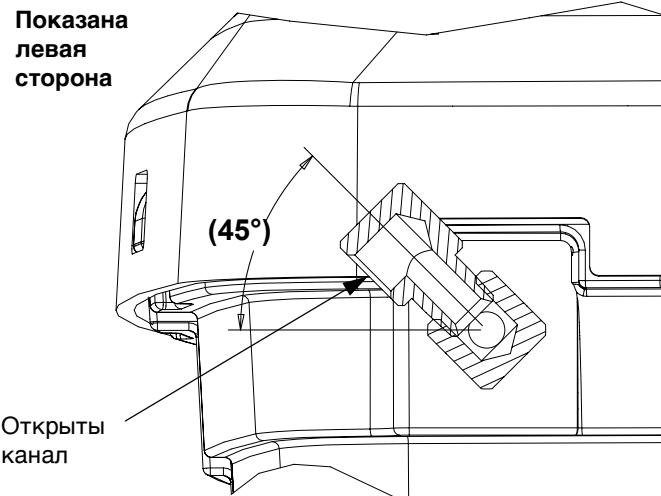

Рис. 21: Ориентация вентиляционной арматуры
Не заполняйте наружную рубашку полностью при использовании комплекта рециркуляции бункера или шланга. Инструкции по заполнению см. руководство для комплекта циркуляции бункера или шланга. Переполнение может привести к переливу в вентиляционную арматуру (см. Рис. 21) в ходе запуска.
4. Установите вентиляционную арматуру (36, 39) в один из каналов заполнения. Вентиляционная арматура поставляется свободно. Для корректной ориентации вентиляционной арматуры см. Рис. 21.